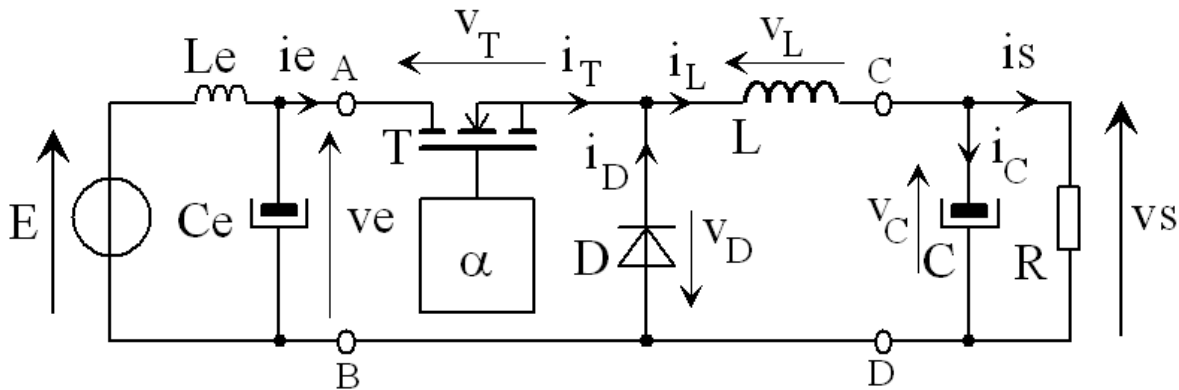

Fig. 3.1. Structure générale du hacheur série (dessins\buck1.drw).
- a) Simplifier le schéma de la figure 3.1, en tenant compte des hypothèses ci-dessus.